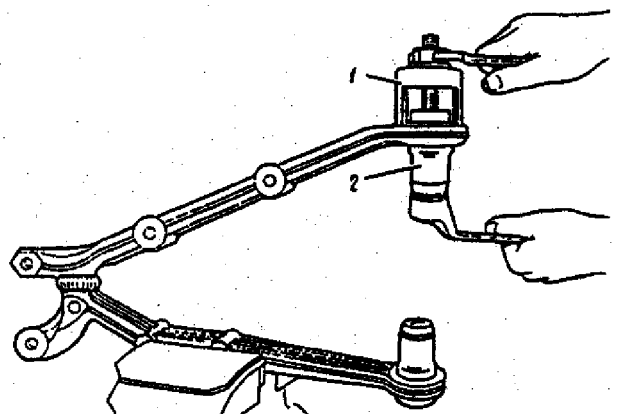

Fig. 4-12. Remoção da bucha isoladora do braço inferior: 1 - dispositivo 67.7823-9517; 2 - bucha isoladora.
1. A remoção e instalação das buchas isoladoras do braço inferior da suspensão pode ser efetuada em uma prensa, com o auxílio do dispositivo 67.7823-9517, ou com o dispositivo 67.7823-9517 (fig. 4-12), que é posicionado no braço de tal modo que a cabeça do parafuso entre no alojamento. A remoção da bucha isoladora dá-se ao girar o parafuso do dispositivo.